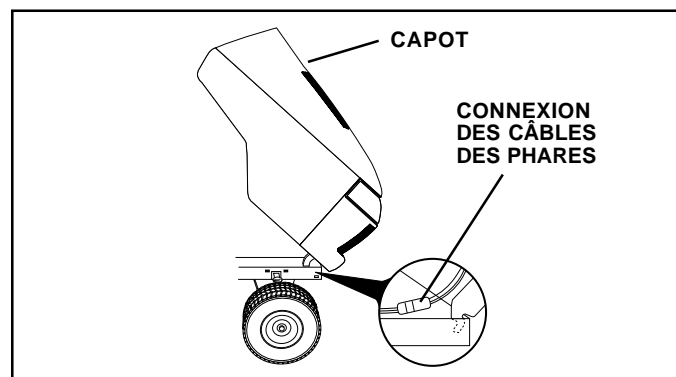

FIG. 35
**ENLEVER L'ENSEMBLE DU CAPOT ET DE LA CALANDRE** (Voyez la Fig. 35)